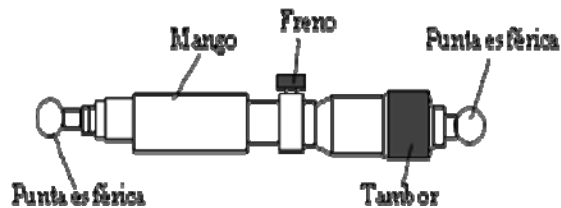

Figura 3.49
E. Micrómetro tubular para medición de engranes internos (figura 3.49)